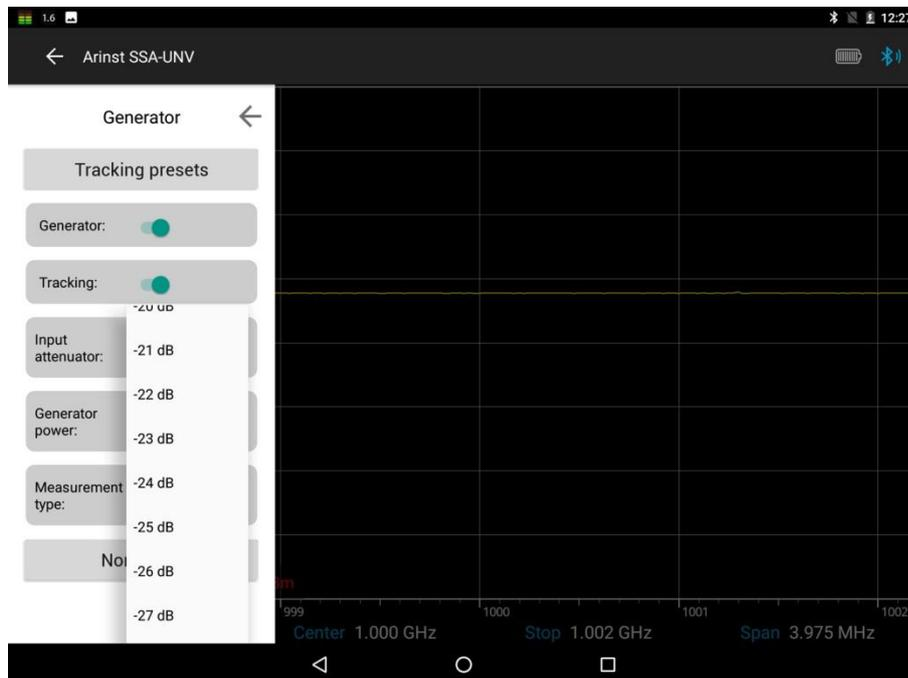

Рисунок 69 – установка уровня ослабления сигнала входным аттенюатором.
9.2.1. В меню **Generator** включите режим **Tracking** и установите значение мощности генератора **Generator Power** в диапазоне от -15 до -25 dBm, в зависимости от исследуемого оборудования. Установите необходимый уровень ослабления сигнала входным аттенюатором **Input attenuator** в диапазоне от 0 до -30 dB, рисунок 69.
9.3.1. В меню **Generator** включите режим **Tracking** и установите значение мощности генератора **Generator Power** в диапазоне от -15 до -25 dBm, в зависимости от исследуемого оборудования. Установите необходимый уровень ослабления сигнала входным аттенюатором **Input attenuator** в диапазоне от 0 до -30 dB, рисунок 69.
9.4.1. В меню **Generator** включите режим **Tracking** и установите значение мощности генератора **Generator Power** в диапазоне от -15 до -25 dBm, в зависимости от исследуемого оборудования. Установите необходимый уровень ослабления сигнала входным аттенюатором **Input attenuator** в диапазоне от 0 до -30 dB, рисунок 69.